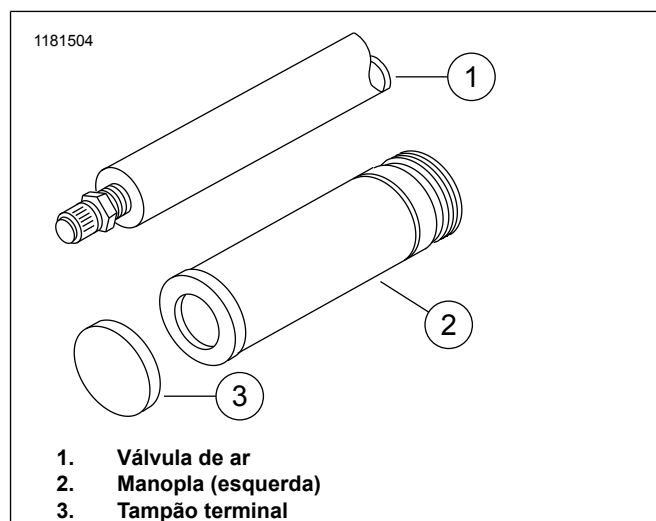

Figura 1. Alinhar a manopla esquerda com as extremidades da válvula de ar
6. Veja a figura 1. Para modelos com válvula de ar montada no guidom (1) esquerdo, mova a estrutura do interruptor, se necessário. Isso vai garantir o encaixe correto da tampa da extremidade da manopla (3).